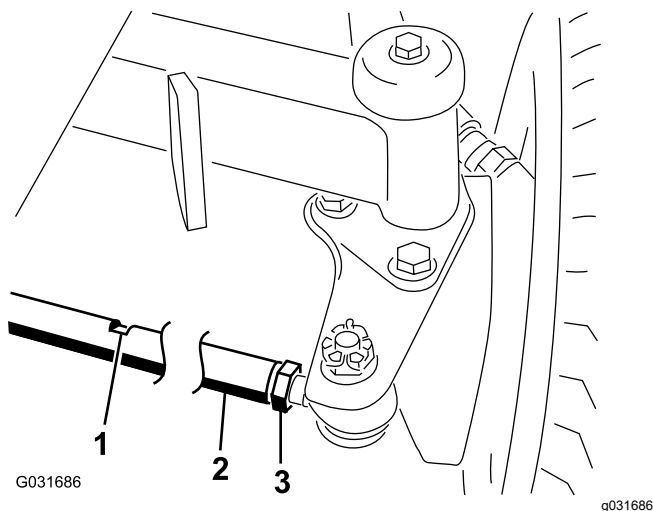

Figura 84
2. Desaperte a porca de bloqueio em cada extremidade da barra de direção (Figura 84).